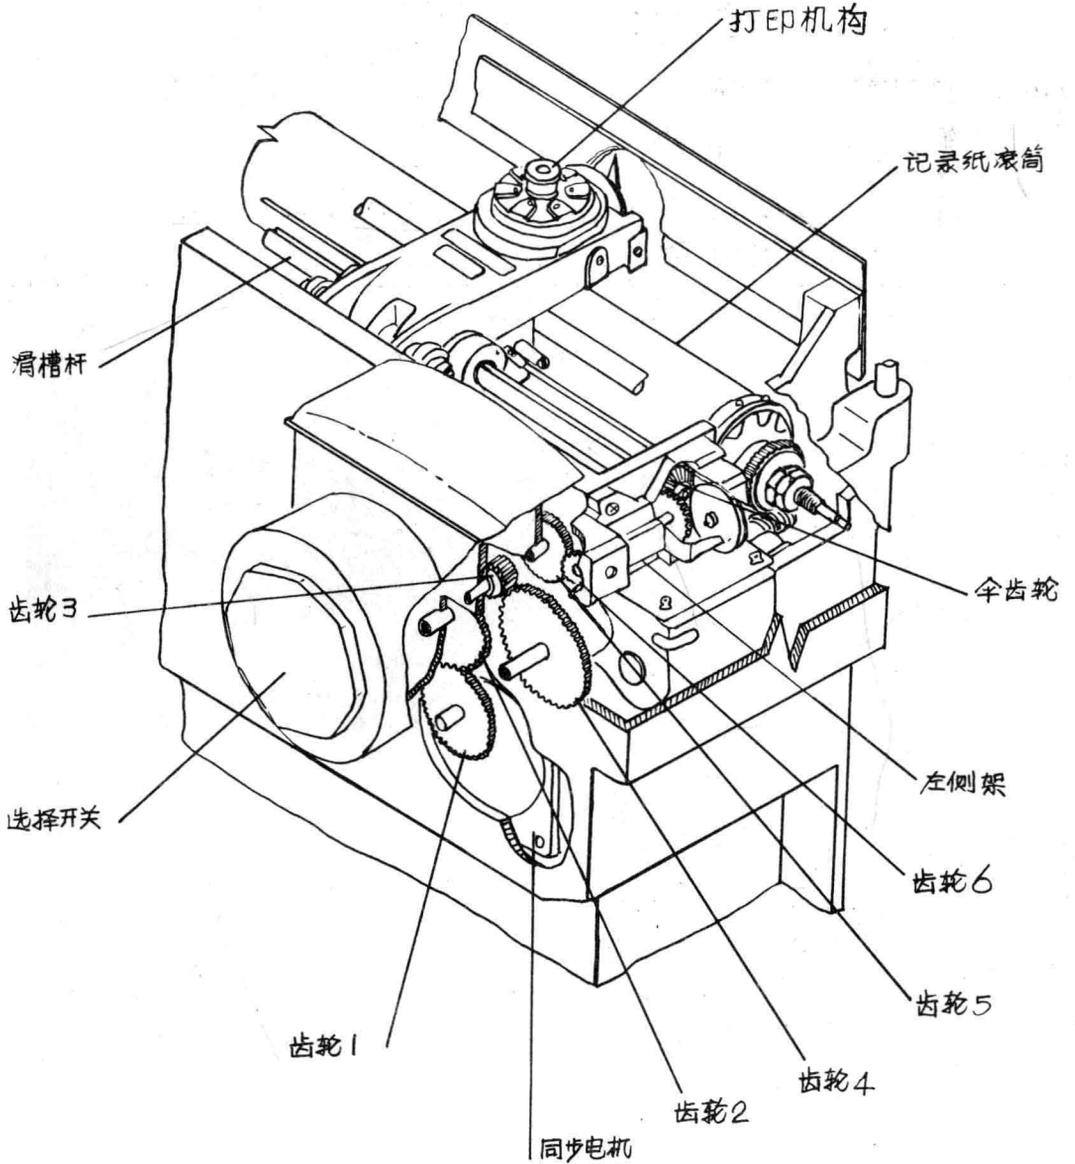

图13. 转纸机构
10、转纸机构：本机构的作用是每隔一定的时间间隔转动选择开关，执行打点动作，移动记录纸，它是由一个小型的同步电机以及由同步电机带动的一套齿轮机构组成。如图13所示。